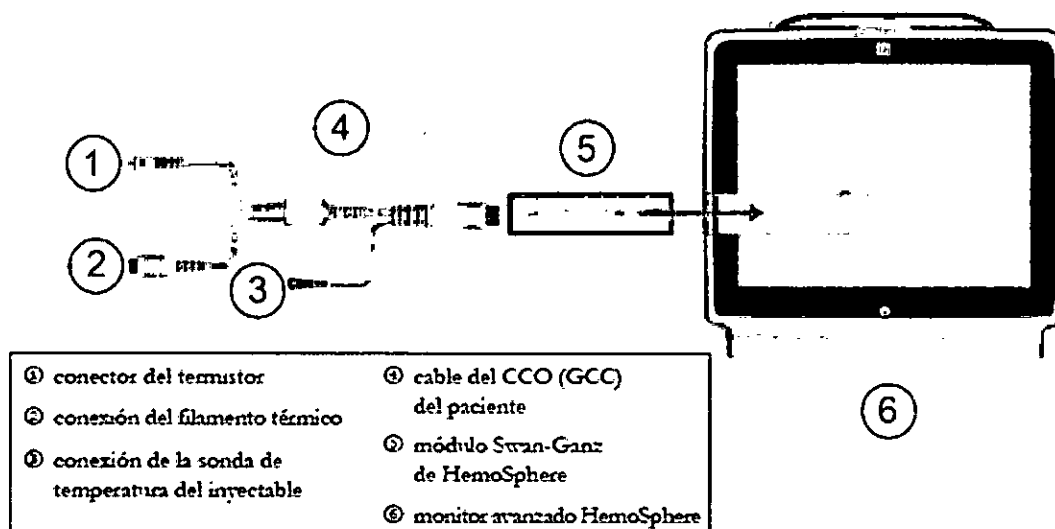

Figura 4-1 Descripción general de la conexión de monitorización mediante el módulo Swan-Ganz de HemoSphere
Consulte la figura 4-1 para obtener información sobre las conexiones de monitorización del módulo Swan-Ganz de HemoSphere.
- 11 Acople el cable del CCO del paciente a las conexiones del catéter de CCO de Swan-Ganz del termistor ① y del filamento térmico ② (figura 4-1).
- 11 Acople el cable del CCO del paciente a la conexión del termistor del catéter Swan-Ganz (②, figura 4-1).
- 12 Conecte la sonda de temperatura del inyectable al conector de la sonda de temperatura del inyectable ③ del cable del CCO del paciente. El tipo de sistema del inyectable (en línea o de baño) se detectará automáticamente.
- 11 Acople el cable del CCO del paciente a las conexiones del catéter volumétrico de Swan-Ganz del termistor ① y del filamento térmico ② (figura 4-1).